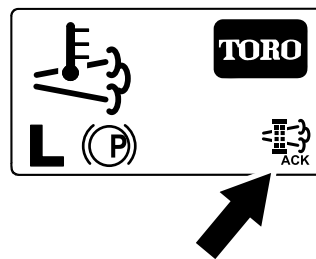

Bild 60
8. Im InfoCenter wird der Begrüßungsbildschirm angezeigt; das Symbol für die Bestätigung der Regenerierung (Bild 60) wird unten rechts auf dem Bildschirm angezeigt, wenn die Regenerierung ausgeführt wird.